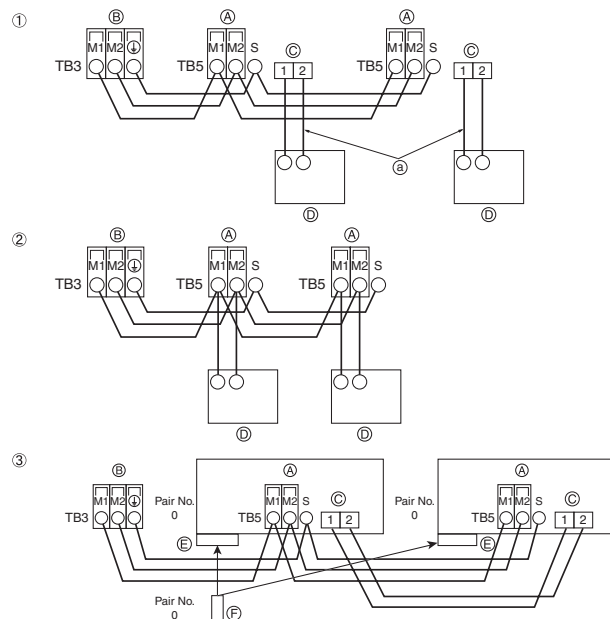

Fig. 5-4
5.4. Collegamento del comando a distanza e dei cavi di trasmissione delle sezioni interne ed esterne (Fig. 5-4)